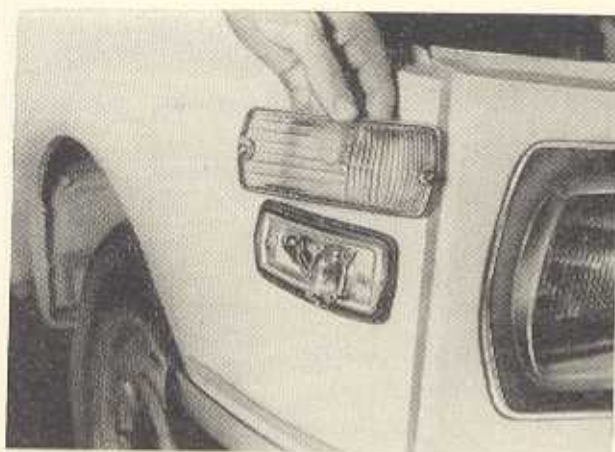

Bild E 26. Vordere Blinkleuchte
7.2.2.3. Vordere Blinkleuchte (Bild E 26)